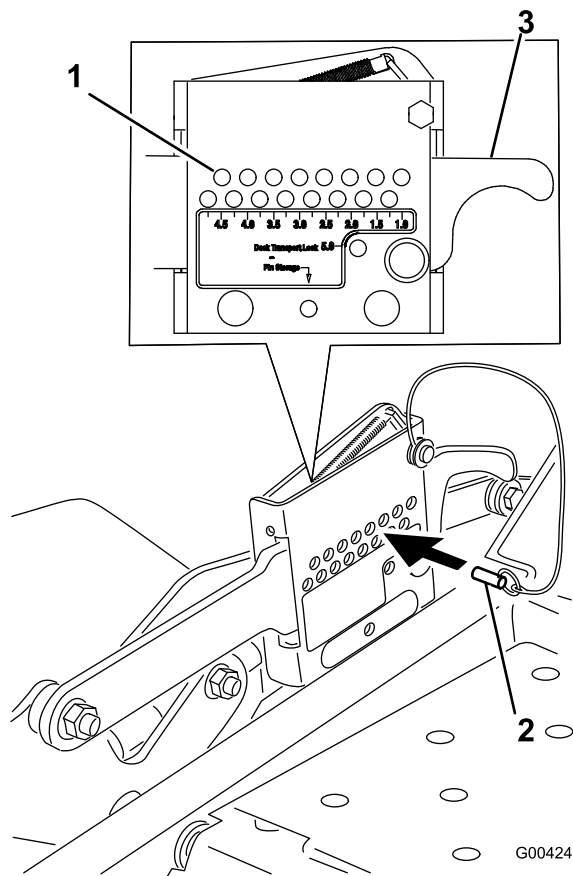

Figura 15
1. Levante la palanca de ajuste de la altura de corte a la posición de transporte (que es también la posición de altura de corte de 127 mm [5 pulgadas]) (Figura 15).
2. Para ajustarla, retire el pasador del soporte de altura de corte (Figura 15).
3. Seleccione un taladro del soporte de altura de corte que corresponda a la altura de corte deseada, e inserte el pasador (Figura 15).